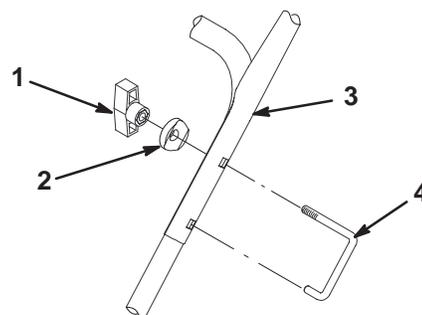

Figure 6
3. Installez sans les serrer les dispositifs de blocage du mancheron, les rondelles bombées et les boutons, comme indiqué à la Figure 6.
5. Insérez complètement les dispositifs de blocage du mancheron (Fig. 6).